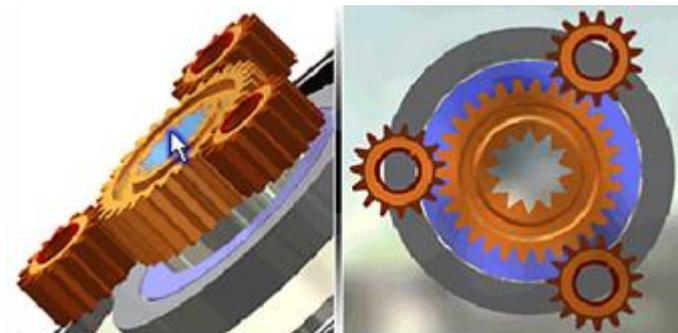

Figura 15. Opción Mirar a.
- **Mirar a:** Representada mediante la figura . Utilice la Herramienta Mirar a de la barra de Herramientas Estándar para girarla en la ventana gráfica. Puede situar un elemento plano seleccionado paralelo a la pantalla, o bien situar una arista o línea designada horizontal a la pantalla. Como lo indicada en la figura 15.